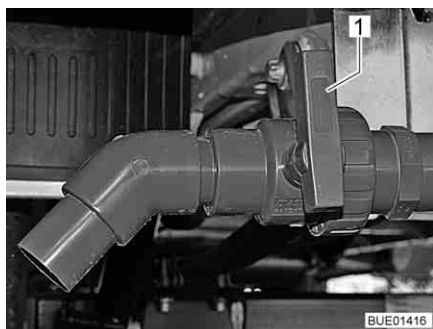

Fig. 244 Robinet de vidange
- Tourner la poignée (Fig. 244,1) du robinet de vidange dans le sens de l'écoulement.